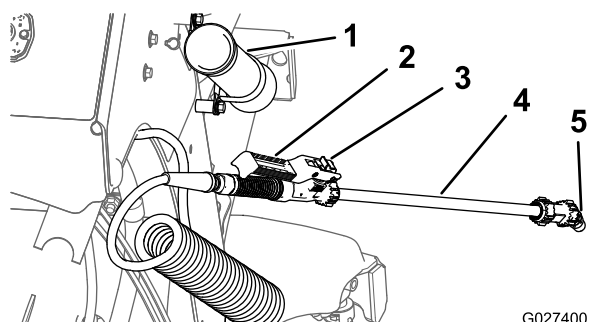

Figure 53
1. Sortez l'applicateur de son support sur le côté droit de la machine (Figure 53).
4. Serrez la gâchette de l'applicateur pour commencer à pulvériser; verrouillez la gâchette en place au besoin (Figure 53).
- A. Tournez le verrou de l'applicateur à la position Arrêt (le cas échéant) et relâchez la gâchette (Figure 53).
- C. Remettez l'applicateur dans son support (Figure 53).